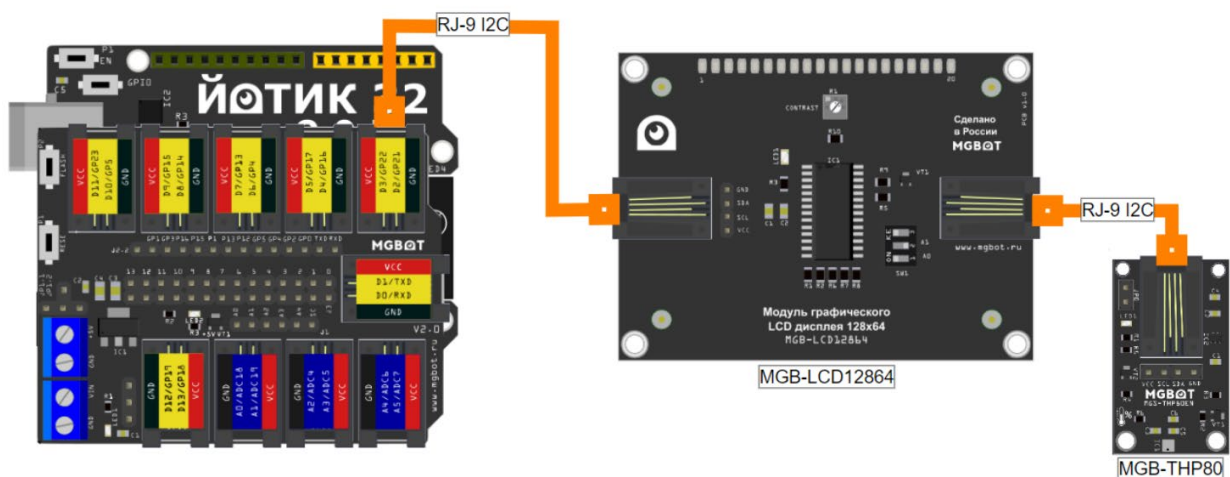

Рисунок 1. Схема подключения компонентов для метеостанции
1. **Сборка стенда.** Соберите лабораторную установку в соответствии со схемой, приведённой на рис. 1.